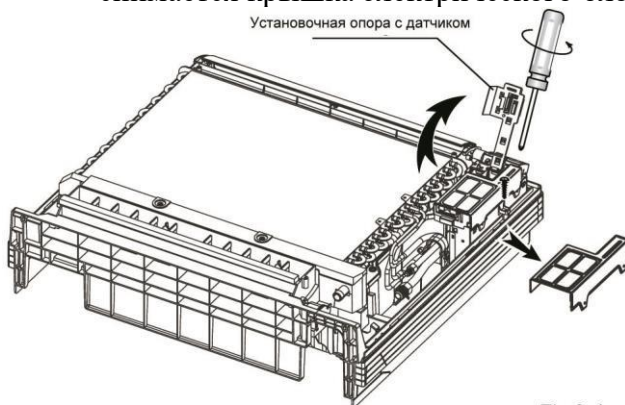

Fig.9-1
- Установочная опора с датчиком поворачивается на другую сторону и затем снимается крышка электрического блока (см. Рис. 9-1).